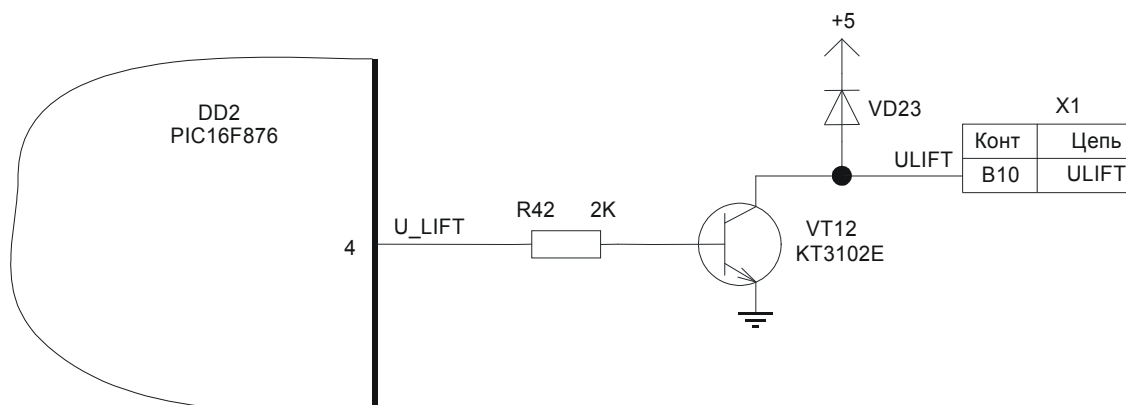

Рисунок 26. Управление реле ULIFT
Микропроцессор DD2 управляет реле отключения лифтового контроллера (расположено на коммутационной панели БДКЛ) через транзистор VT12 (см. рисунок 26). Сигнал управления выдается через вывод U\_LIFT (4) микропроцессора. Далее через резистор R42, ограничивающий базовый ток, сигнал подается на базу транзистора VT12. С коллектора транзистора сформированный сигнал управления подается на вывод A12 разъема X1. Диод VD23 подключен параллельно катушке реле и предназначен для ограничения положительных выбросов напряжения в моменты включения/выключения реле.